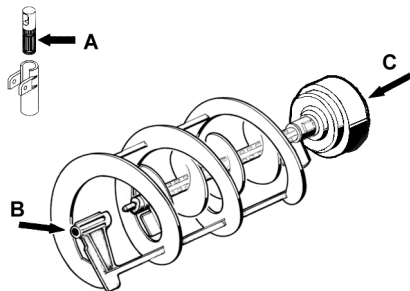

figura 10
**2** Lubricar el pistón grifo, el rascador interior (en los puntos A, B y C indicados en la (ver figura 10) utilizando solamente la grasa suministrada por el fabricante u otro grasa para uso alimenticio.